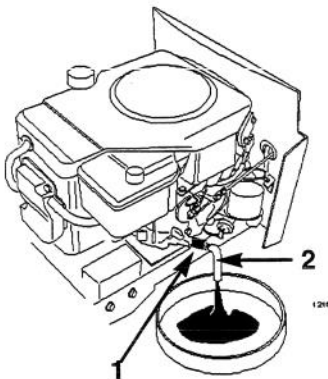

Figure 19
5. Placer un récipient sous le bouchon de vidange et ouvrir ce dernier en le dévissant d'1/8 de tour dans le sens contraire des aiguilles d'une montre et en le retirant (Fig. 19).